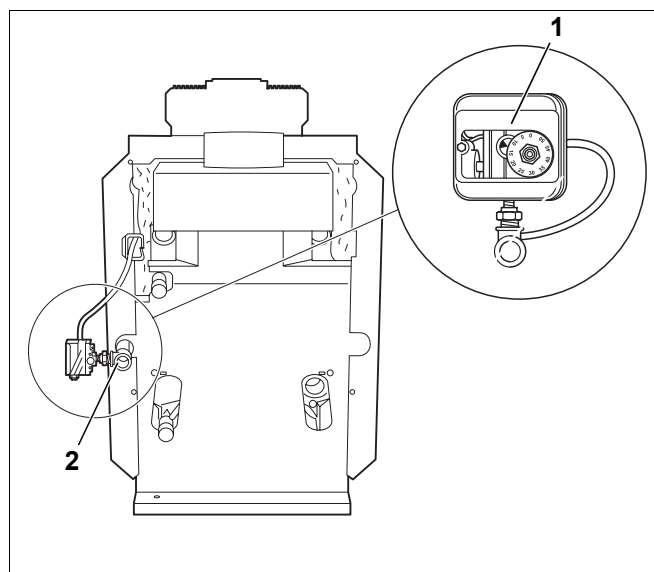

Рис. 20 Подключение газа
- Без натяжения подключить газопровод к газовому вводу котла (рис. 20, поз. 2).
- Для сжиженного газа установить через переходник, поставляемый с деталями для перенастройки, прибор контроля давления газа (рис. 20, поз. 1) непосредственно на штуцер подключения газа (рис. 20, поз. 2) отопительного котла так, чтобы регулировочный диск был направлен вверх или наружу.